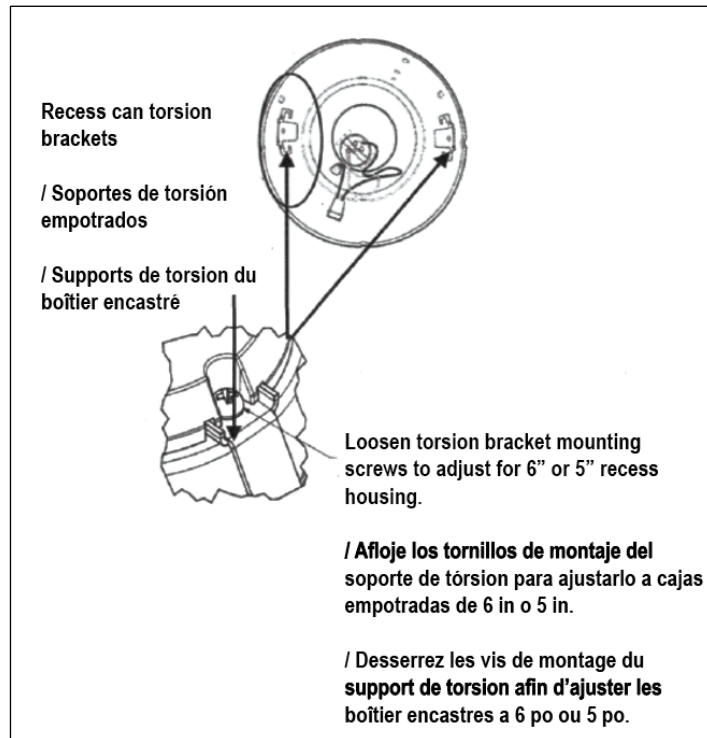

Figura 1
4. Si instala en una carcasa empotrada de 5 in, afloje los dos tornillos de montaje del soporte de torsión en la parte superior del nuevo módulo (consulte la figura 1) para ajustar los soportes y los resortes de torsión. Deslice los soportes dentro del módulo para que encajen y se alineen con una carcasa empotrada de 5 in. Si utiliza una carcasa empotrada de 6 in, omita este paso.